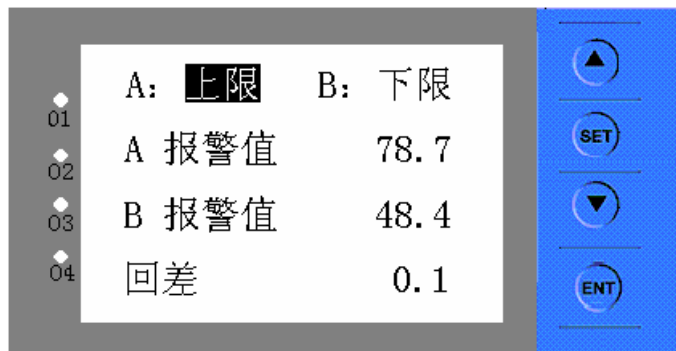

图 10：报警参数设定画面
12、 报警设定：报警参数设定画面如图 10 所示。两点报警输出类型及报警值设置。